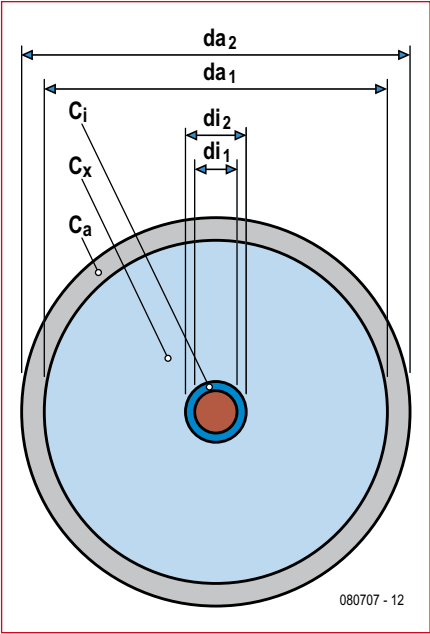
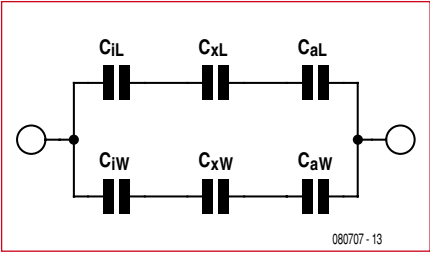

Figure 4. Les couches du condensateur formé par le tube de mesure.
Figure 5. Schéma équivalent du tube de mesure.
circuit série des capacités partielles (figure 4). Si l'on considère maintenant le condensateur cylindrique comme fait de deux parties, celle qui est déjà remplie du liquide à jauger, eau ou autre liquide (CW) et celle qui est encore remplie d'air (CL), on obtient la capacité du tube  $CR = CW + CL$  (donc un montage parallèle), la longueur de la partie dans l'eau est  $h$  et celle de la partie dans l'air est  $(L-h)$ . La figure 5 en présente le schéma équivalent. La constante diélectrique relative de l'air ( $\epsilon_r$ ) est de 1,0, celle de l'eau, fonction de la température, varie entre 55 et 88 (environ 83 à 10°C). La constante diélectrique du plastique transparent est de l'ordre de 3,0 (polystyrène, polycarbonate) ou de 3,2 (plexiglas) et celle de l'isolant du fil de câblage de 2,3 (polyéthylène) ou comprise entre 4 et 5 (PVC). Pour notre objectif, tout va pour le mieux puisque la différence entre les capacités partielles  $Cx$  dans l'air et l'eau est assez grande. Pour les capacités partielles de la partie dans l'air, nous avons :